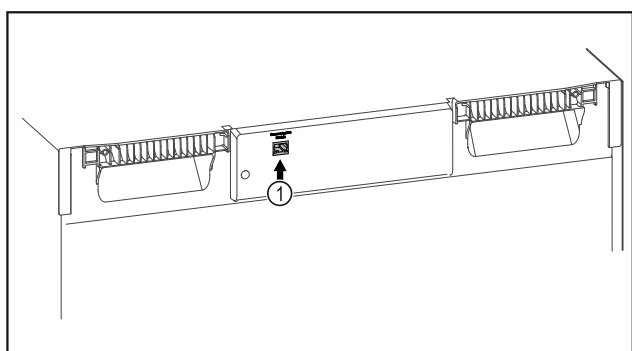

Fig. 76
- A SmartModule Fig. 76 (1) be van helyezve.